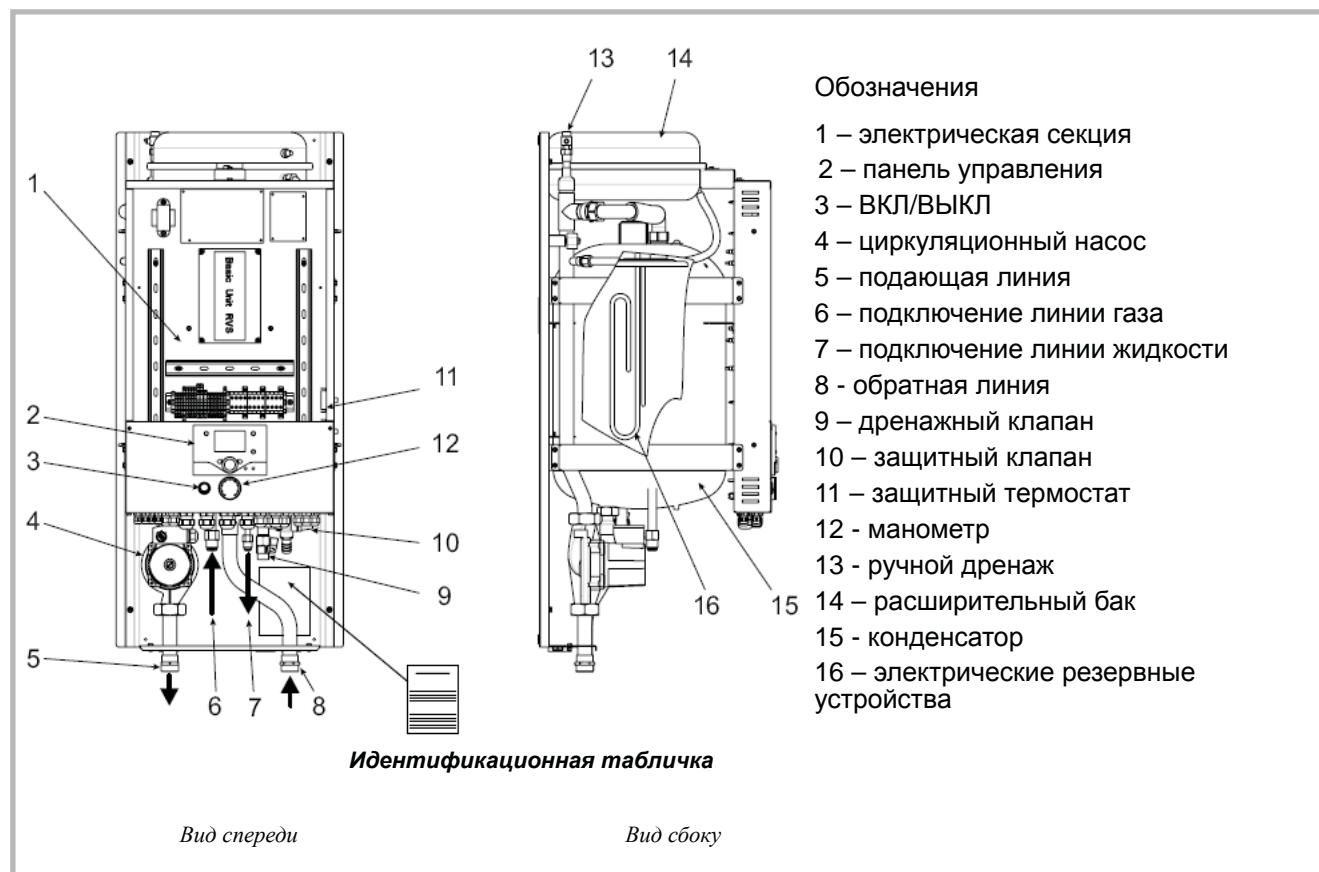

Рис. 8 - компоненты внутреннего блока
- Конденсатор (№15, рис. 8): энергия хладагента передается контуру обогрева. Хладагент переходит в жидкое состояние.